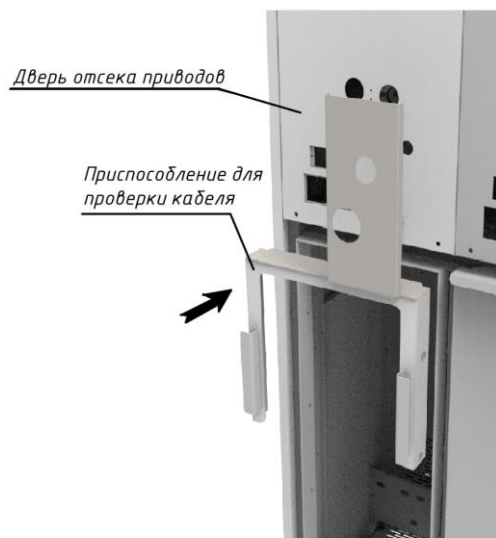

Рис. 4.6 Блокировка ЗН при снятой двери КО
- Установить вместо двери приспособление для проверки кабеля, как показано на Рис. 4.6